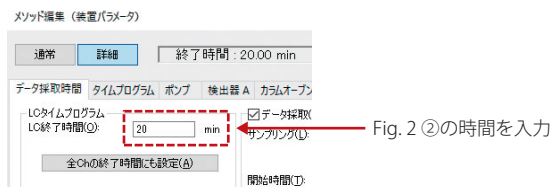

Fig. 5 データ採取時間の設定
オーバーラップインジェクションは分析データシステム LabSolutions から簡単に設定できます。第2章の手順に従って決定した時間を分析条件としてメソッドファイルに入力します。Fig. 2 ②の時間を「LC終了時間」に入力します (Fig. 5)。